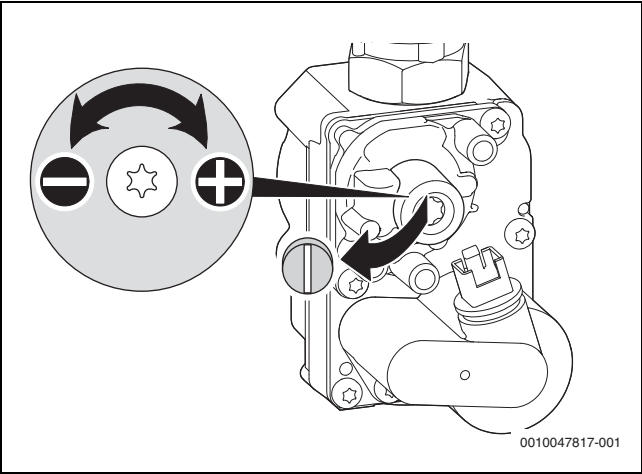

Fig. 14 Înlăturarea sigiliului de la șurubul de reglaj
- ▶ Dacă valoarea se află între 0 și -0,1 mbar, reglați presiunea diferențială conform reprezentării de mai jos (→ Fig. 14).